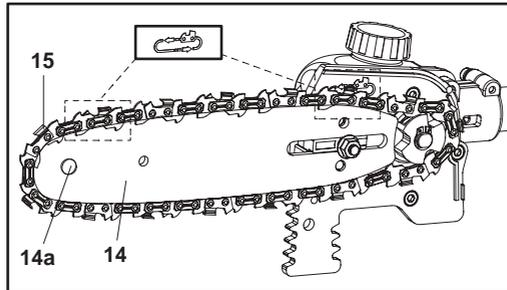

Fig. 11
7. La cadena se mueve en la dirección indicada por la flecha. Asegúrese de que la cadena (15) está colocada correctamente sobre la rueda dentada (14a) de la espada (14) (Fig. 11).